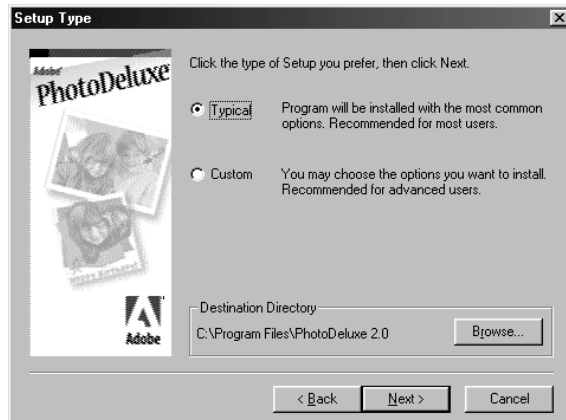

Figura 16: Installazione di Adobe PhotoDeluxe 2.0
7. Nella schermata seguente, fare clic su “Avanti” (Next). Apparirà una schermata come quella della figura 16.